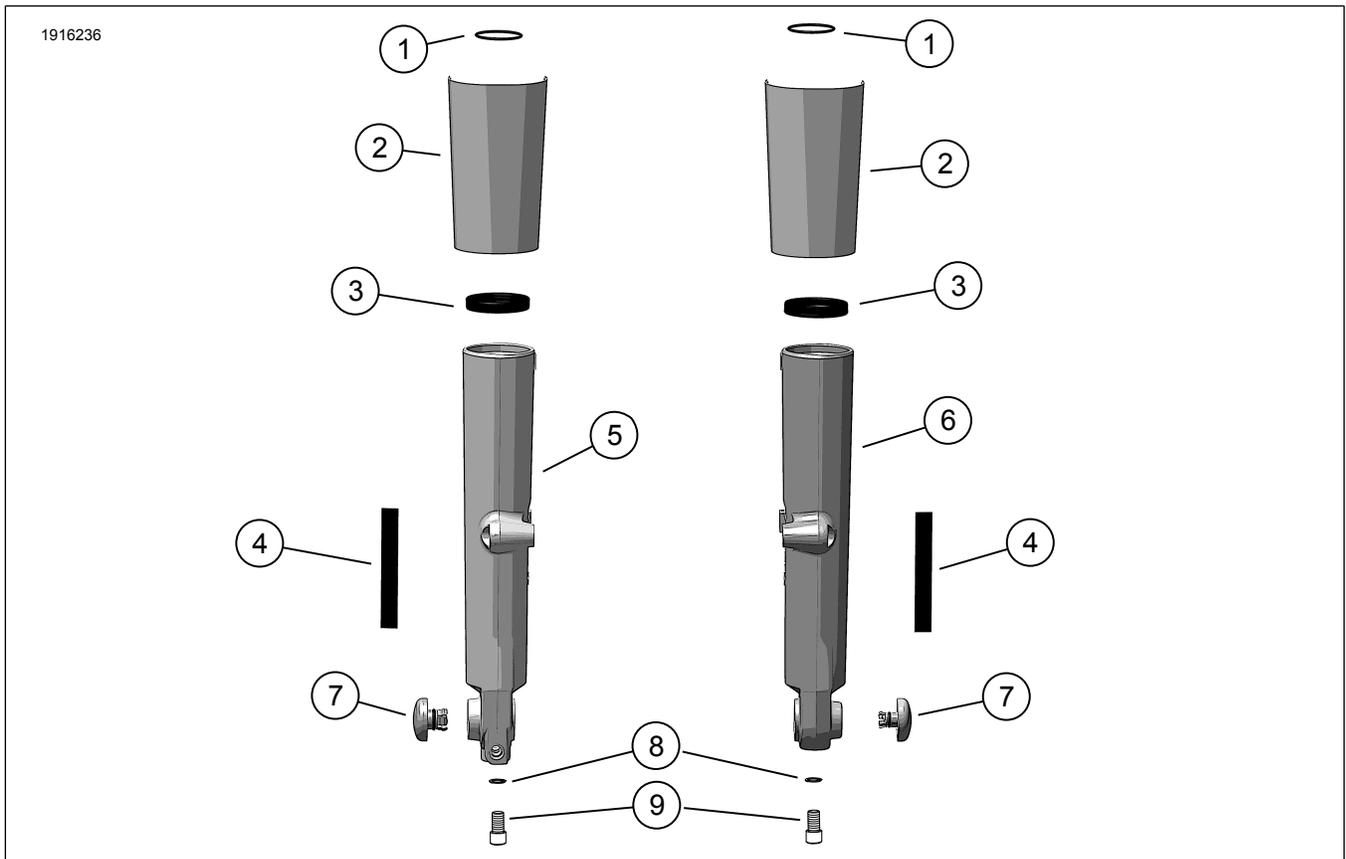
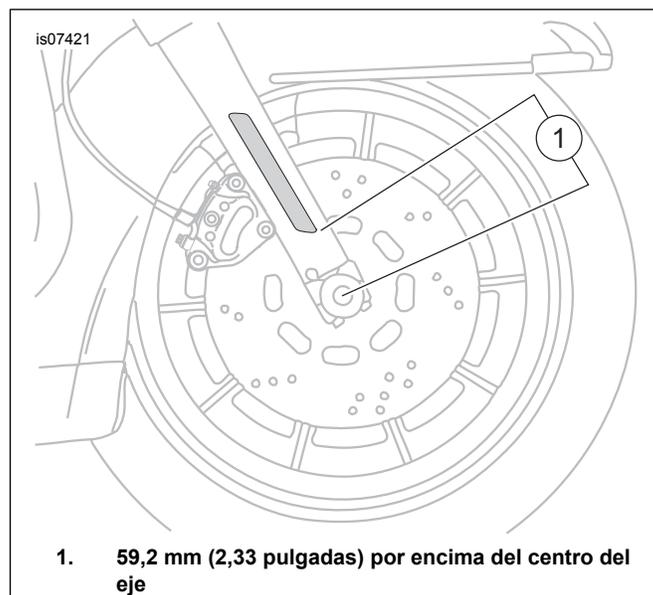

Figura 1. Contenido del kit: Botellas de la horquilla inferiores cromadas
Figura 2. Colocación del reflector
4. Vea Figura 1 y Figura 2. Despegue el revestimiento de la cinta adhesiva (4). Instale el reflector en su posición en la horquilla como se muestra. Presione firmemente en su lugar.